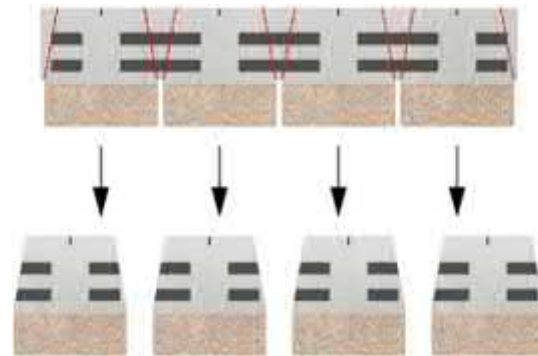

Рис. 17. Изготовление угловых элементов для отделки внешних углов.
8.2.6 В случае отделки внешних углов при помощи угловых элементов их необходимо вырезать из самой фасадной плитки (рис. 17).